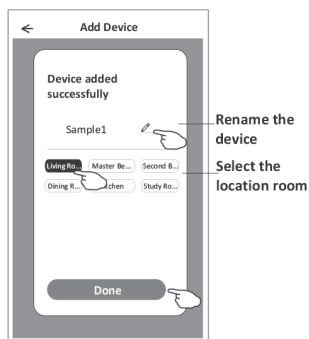

Рис. 19.
- Внимательно прочтите инструкцию и нажмите «Подключиться сейчас» (рис. 19).